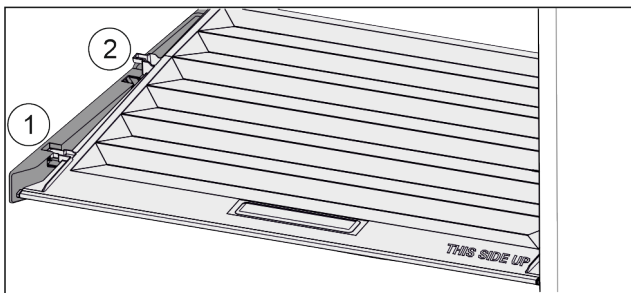

Fig. 75
- ▶ Deksel tot de opening in de vasthouddelen naar voren trekken Fig. 75 (1).
- ▶ Aan de achterkant vanaf de onderkant omhoog tillen en vanaf de bovenkant verwijderen Fig. 75 (2).